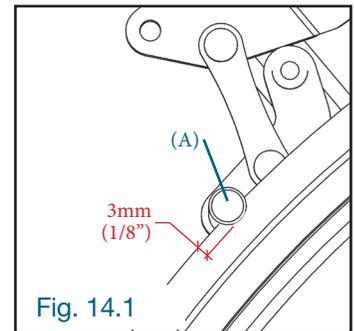

Fig. 14.1
IMPORTANT : Toujours s'assurer que la tige (A) du bloqueur de roue latérale (B) comprime le pneu d'environ 3mm (1/8") de profondeur en tout temps. (Fig. 14.1)